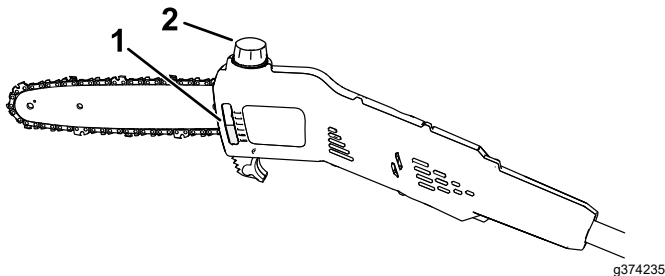

Figura 15
2. Controllate il livello dell'olio attraverso la finestrella. Se l'olio non riempie la finestrella, aggiungete olio per la barra e la catena secondo necessità (Figura 15).
4. Pulite la zona intorno al tappo di riempimento dell'olio (Figura 15).
5. Togliete il tappo e versate l'olio per barra e catena nel potatore telescopico a riempire completamente il serbatoio (Figura 15).